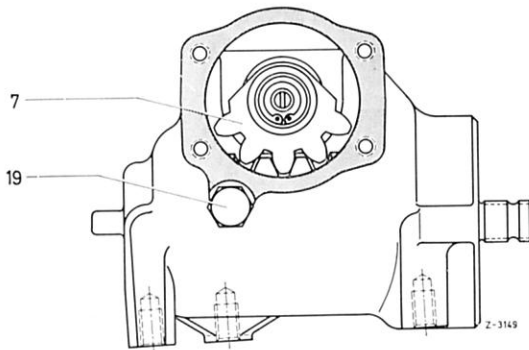

Bild 46–18/8
26 In die Lenkwelle (7) die Einstellschraube (13), die Distanzscheibe (17) und den Sicherungsring (16) einsetzen (Bild 46–18/7).
27 Lenkwelle (7) in das Gehäuse so einsetzen, daß der mittlere Zahn in die mittlere Zahn-lücke der Lenkmutter eingreift (Bild 46–18/8).
die Einstellschraube (13) in den Deckel einschrauben (Bild 46–18/7).